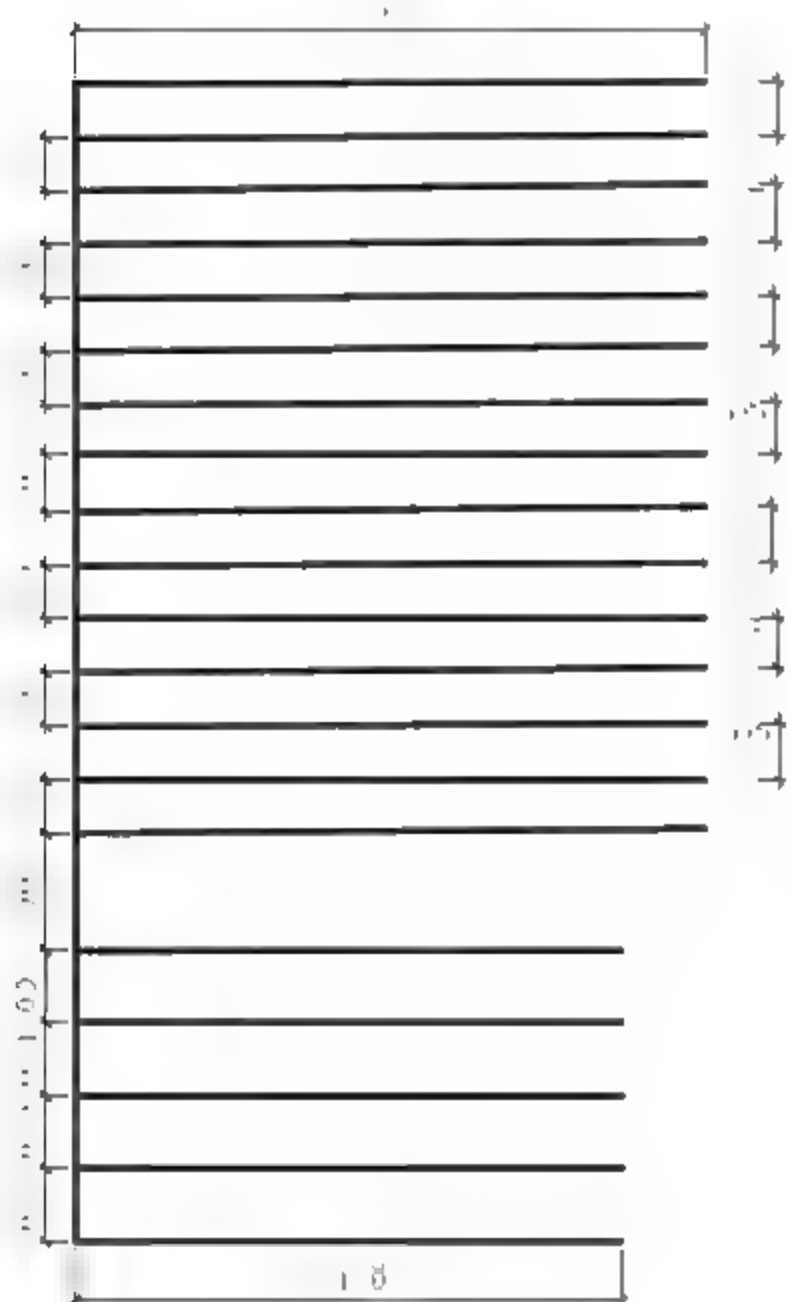

图13-2 绘制线路
**01** 调用PL【多段线】命令，设置起点宽度、端点宽度均为30，分别指定多段线的起点和端点，绘制如图13-2所示的照明线路。